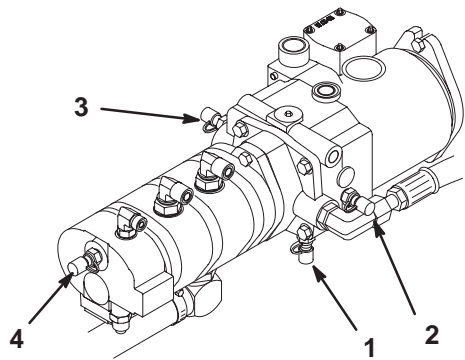

Figure 61
- La prise d'essai "D" est située au bas de la transmission hydrostatique (Fig. 61) et sert à mesurer la pression de charge de la transmission.
- La prise d'essai "E" est utilisée pour mesurer la pression de déplacement en marche avant (Fig. 61).
- La prise d'essai "F" est utilisée pour mesurer la pression de déplacement en marche arrière (Fig. 61).
- La prise d'essai "G" est utilisée pour mesurer la pression du circuit de direction (Fig. 61).